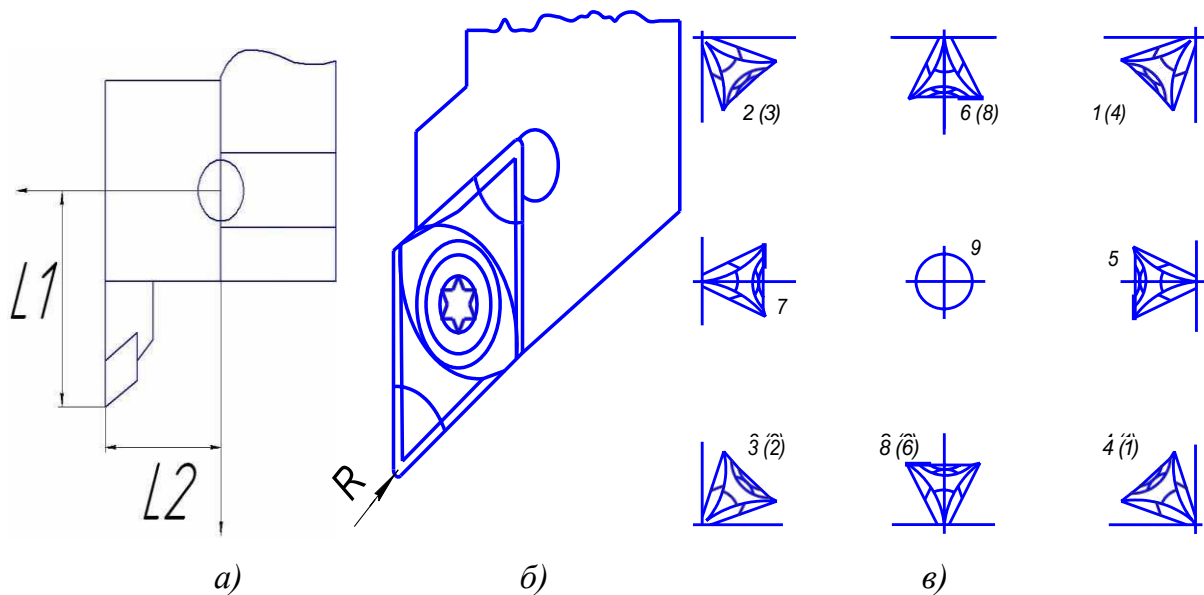

Рис. 7. Измерение координат вершины резца (а), режущая часть с закруглением по радиусу  $R$  (б) и позиции вершины резца (в)
Цель измерений данных резца: СЧПУ должна использовать для позиционирования вершину резца, а не базовую точку резцедержателя. Каждый инструмент, используемый для обработки, должен быть измерен. Необходимо измерить расстояния в направлениях обеих осей X и Z между вершиной резца и базовой точкой N резцедержателя (рис. 7, а). В регистре инструментов сохраняются измеренные коррекции на радиус (рис. 7, б) и позиция резца (рис. 7, в). Номер коррекции может быть любым номером регистра и определяется вызовом инструмента в программе.
Измеряют следующие размеры инструмента:  $L1$  в направлении оси  $X$  в абсолютных значениях от точки  $N$  (см. рис. 7, а);  $L2$  в направлении оси  $Z$  в абсолютных значениях от точки  $N$ , и  $R$  – радиус вершины резца (см. рис. 7, б). Должна быть известна позиция резца в револьверной головке. В поле «offset wear» устанавливается коррекция на износ инструмента после нескольких рабочих циклов. Введенные коррекции на длину добавляются или вычитаются из геометрических данных инструмента с приращением.
Для определения позиции вершины резца следует посмотреть на инструмент с точки его закрепления на станке (см. рис. 7, в). Для станков, в которых инструмент находится под (перед) вращающейся
- 5) положение резца – позиция вершины резца по рис. 7, в;